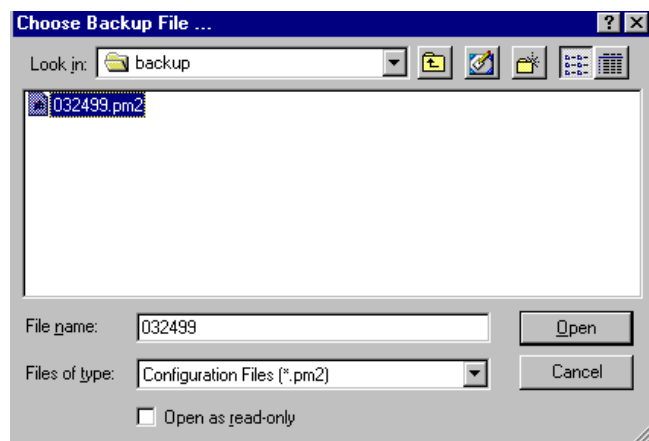

Fig. 13.15
5. Después de pulsar el botón de carga, aparecerá la casilla de diálogo elegir archivo de copia de seguridad. Vea la Fig. 13.15. Haga doble clic sobre el nombre del archivo del que desea hacer una copia de seguridad o selecciónelo y pulse el botón abrir.